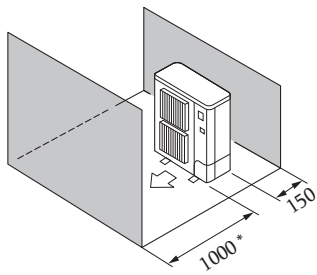

Fig. 2-6
⑤ Շրջապատող իրեր՝ միայն առջևից և հետևի մասում (Fig. 2-6)